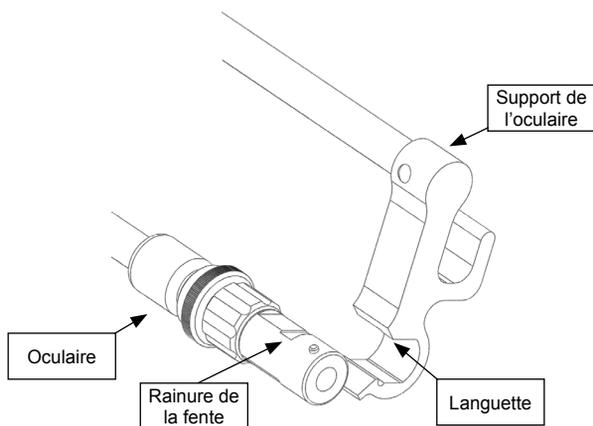

Figure 2 – Fixation de l'oculaire au bras du chariot de transport de la sonde SpyGlass™
3. Si le chariot pour composants de la sonde SpyGlass ou le bras à 3 articulations est utilisé, fixez l'oculaire au bras (voir Figure 2).